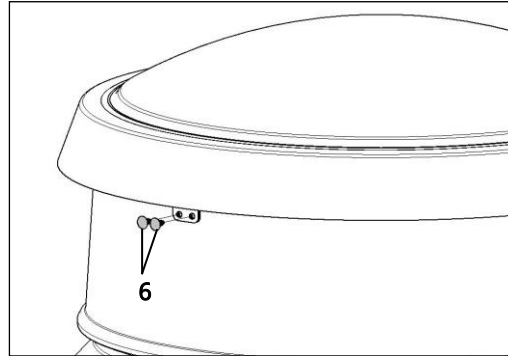

Bild 4: Lichtkuppelnägel
- Lichtkuppel über die Winkel mit den Lichtkuppelnägeln [6] befestigen (**Bild 4**) (bei der tandem-Variante 2x).